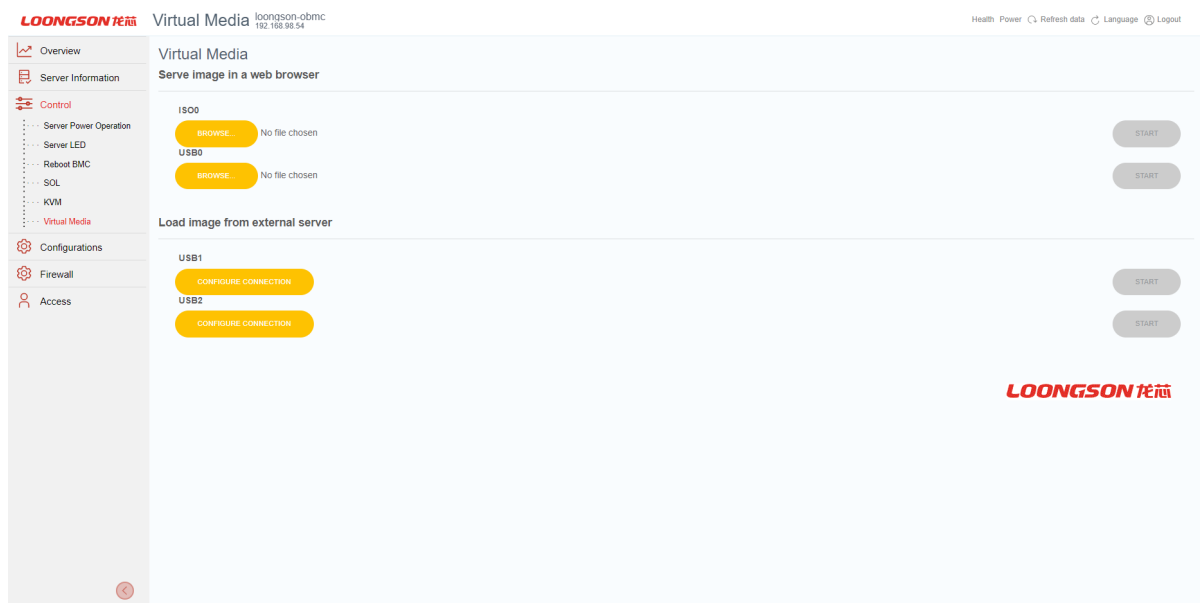

Рис. 83. Окно «Virtual Media»
- 7) Пройдите во вкладку «Control» → «Virtual Media» в данной вкладке осуществляется виртуальное подключение периферийных устройств. Окно показано на рис. 83 Окно «Virtual Media»